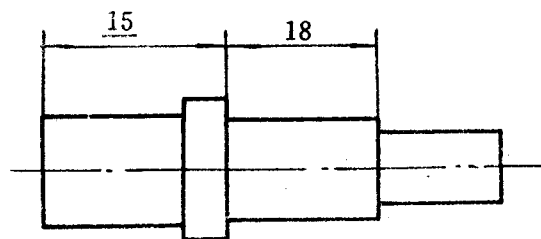
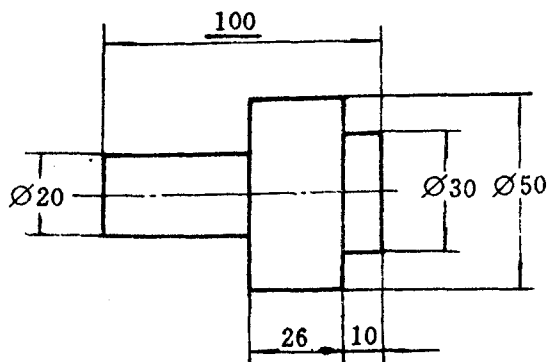

图 1
图 2
- 3.4 未按比例绘制的个别长度尺寸（采用断开后缩短绘制除外），可在尺寸数字下面画一粗实线（图 1、图 2）。